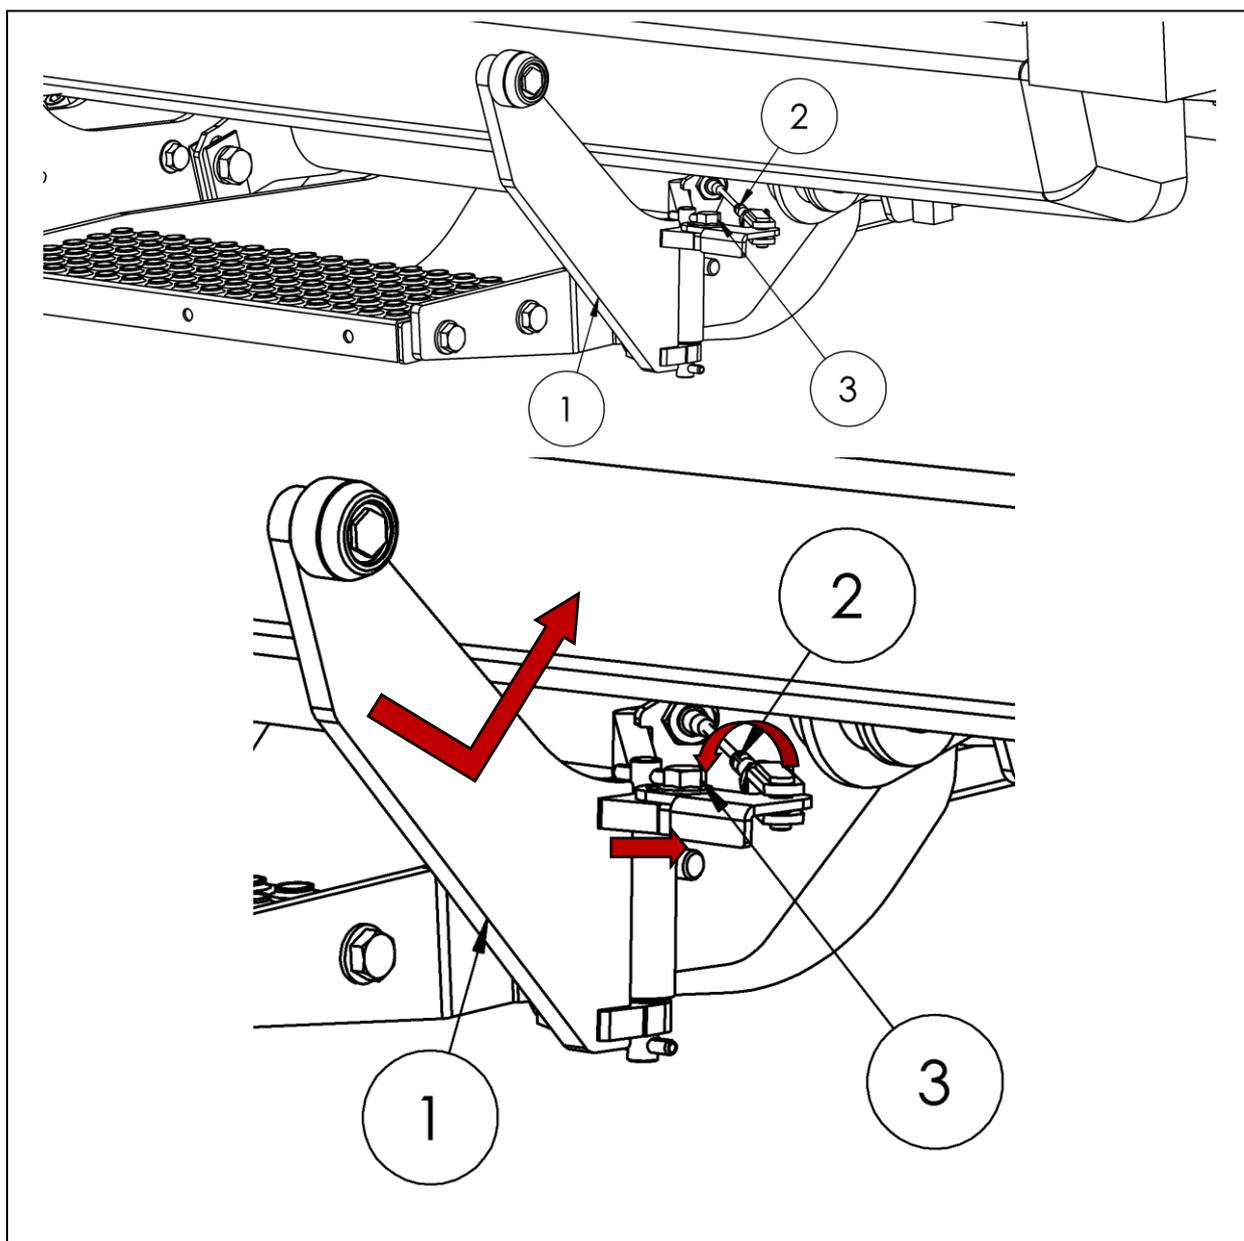

Fig. 82
Ajuste el brazo de soporte (1) para que se pueda acercar al vehículo tanto como desee cuando la plataforma esté cerrada. El ajuste se realiza en el exterior en el cable Bowden (2) y, en su caso, también en el tornillo de la palanca (3). Mientras realiza el ajuste, suelte el cable Bowden (2) y abra la plataforma (consulte la Fig. 82).